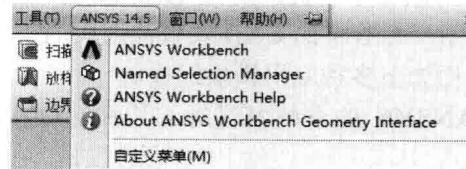

图 1-2 通过 Solidworks 启动
- 通过 CAD 软件启动，在安装 ANSYS Workbench 14.5 时可以选择嵌套 Workbench 到一些 CAD 软件中，通过这些嵌入的菜单可以进入 ANSYS Workbench。图 1-2 为通过 Solidworks 进入 Workbench 的方法。关于这方面的内容读者可以参考第 2 章中 CAD 与 Workbench 连接的相关内容。